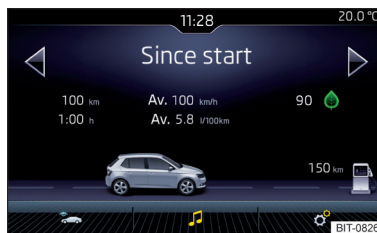

Fig. 191
- Prin apăsarea tastei , se afișează meniul principal cu suprafețele de comandă funcții următoare » **fig. 191**.